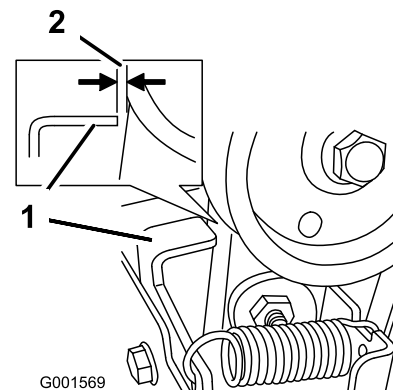

Figure 47
3. Lorsque le levier de commande de la vis sans fin/turbine est désengagé, vérifiez qu'il existe un écart de 1,5 mm (1/16") entre l'ensemble embrayage de vis sans fin et la patte (Figure 47).